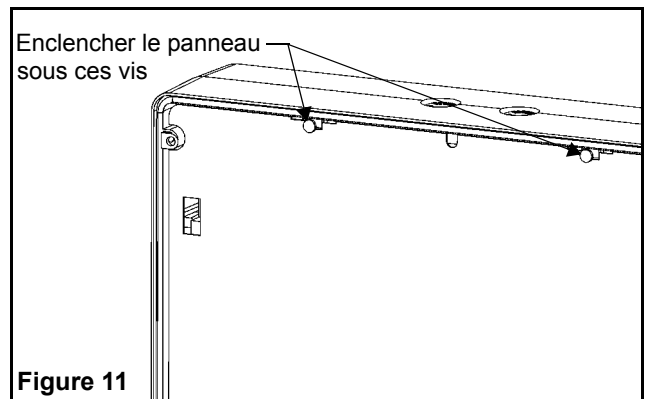

Figure 11
4. Aligner le panneau diffuseur avec l'ouverture et pousser sur le panneau, autour des vis de retenues, jusqu'à l'enclenchement du panneau sous les vis (voir figure 11).